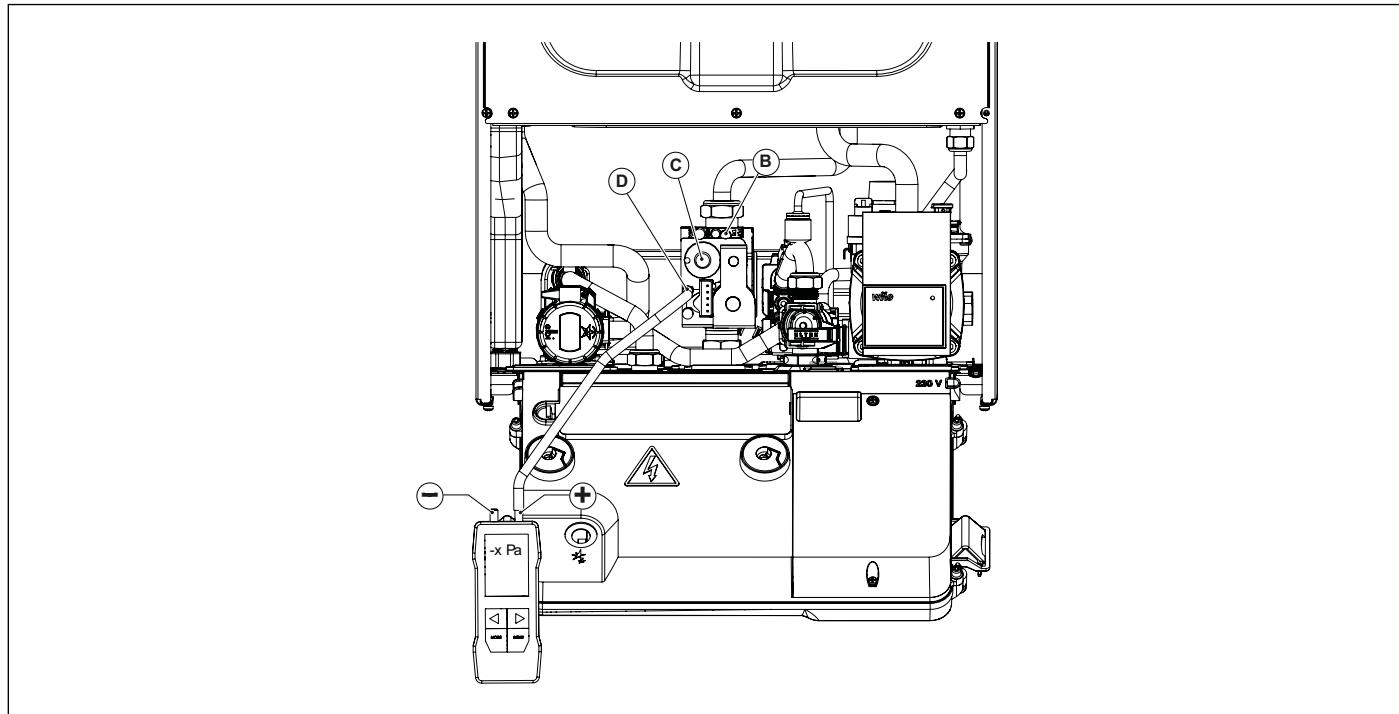

Fig. 46 Reglarea presiunii de offset
- Deschideți șurubul robinetului de presiune de offset **D** și conectați-l la intrarea pozitivă (\*) a manometrului de presiune diferențială (a se vedea Fig. 46 Reglarea presiunii de offset).